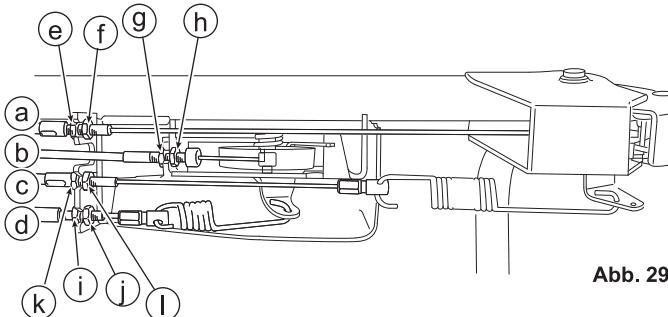

Abb. 29
8.6.1 Gashebel (Siehe Abb. 29 und 30)
8.6.2 Klingenhebel (Siehe Abb. 29 und 31)
- Vergewissern Sie sich, dass die Klinge vollständig anhält, wenn der Klingenhebel (C) gelöst wird.
8.6.3 Kupplungshebel (Siehe Abb. 29 und 32)
- Vergewissern Sie sich, dass die Maschine rückwärts gezogen werden kann, wenn der Kupplungshebel (B) gelöst ist.
8.6.4 Ganghebel (Siehe Abb. 29 und 33)